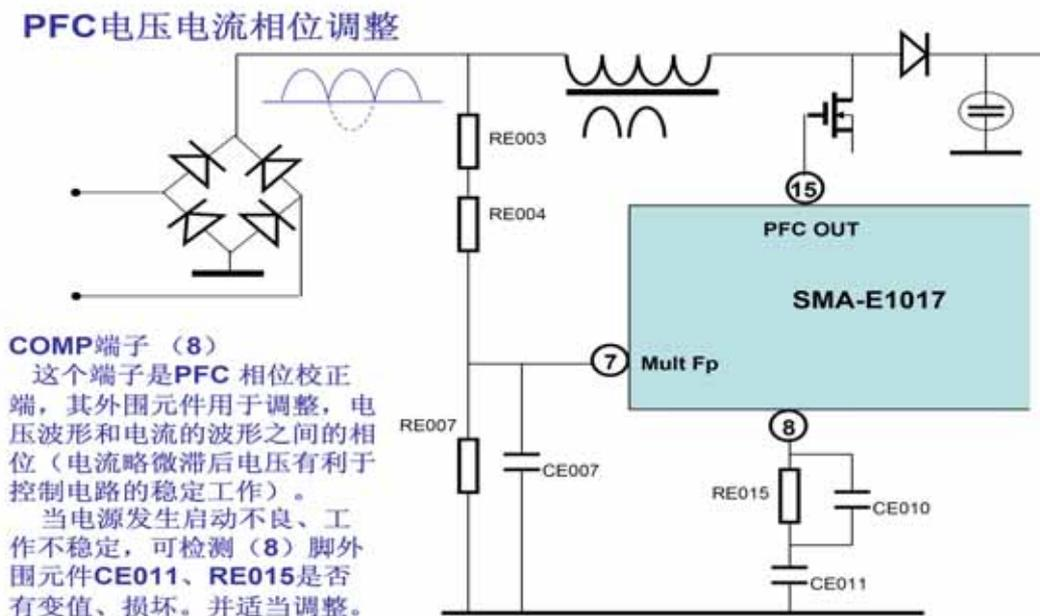

图6 相位调整控制
**#8 脚：**PFC 电压、电流相位调整，参见图 6。NE001 激励斩波管，按照 #7 脚的基准电压波形产生了波形相同的电流波形；电压、电流波形之间的相位关系要求是相位基本相